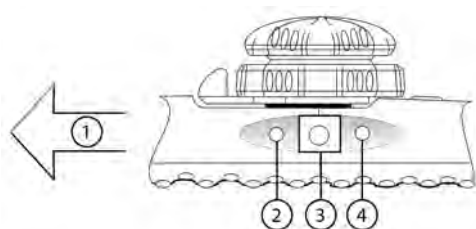

Figura 7 Comandi di rotazione del piano di scansione
La rotazione del piano di scansione è eseguita grazie a un motore nel manipolo del trasduttore ed è controllata con pulsanti situati su quest'ultimo (vedere Figura 7).
Premere il pulsante biplanare (pulsante centrale) sul manipolo dell'endoscopio. Vedere Figura 7 a pagina 14. Il piano di scansione ruota a massima velocità dalla posizione attuale alla posizione ortogonale (ad esempio, se la posizione attuale è 22°, il piano di rotazione ruota a 112°. Se invece la posizione attuale è 162°, il piano di rotazione ruota a 72°).
- 3 Premere i pulsanti di controllo del piano di scansione sul manipolo per ruotare il piano di scansione in senso antiorario (da 0° a 180°) e orario (da 180° a 0°). Vedere **Figura 7** a pagina 14.